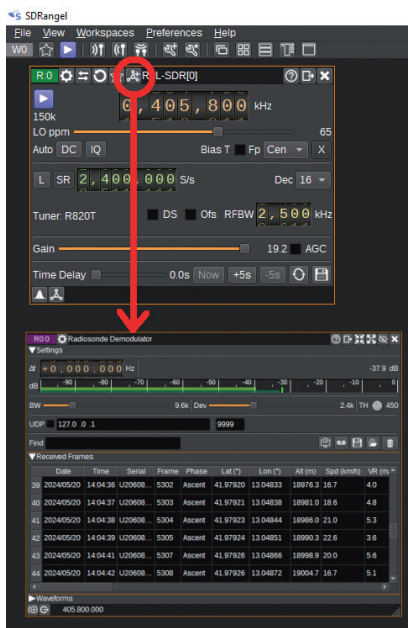
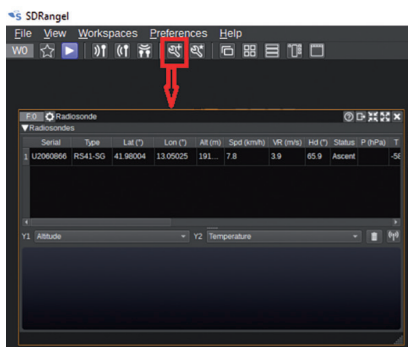

Fig. 4 - Finestra del plugin di radiosonde demodulator
Fig. 5 - La riga con l'ultimo aggiornamento dei dati
Ora vediamo come decodificare il segnale cominciando con la fig. 4, in cui vediamo come aprire l'opzione **RADIOSONDEDEMODULATOR**; si tratta di cliccare sul simbolo cerchiato e poi scegliere l'opzione tra le tante presentate in un elenco. Questa finestra riporta i dati che la radiosonda trasmette ogni secondo. Qui troviamo impostati di default i valori relativi alla larghezza di banda (BW) e alla deviazione (DEV), rispettivamente a 9,6 kHz e 2,4 kHz. C'è da segnalare che la larghezza di banda realmente occupata dalla RS41 è pari a 4,8 kHz; quindi una BW impostata a 9,6 kHz (cioè il doppio) appare eccessiva. Con una sintonia ben centrata questo valore può essere abbassato fino a 6 kHz, a tutto vantaggio delle prestazioni. Tenendo 9,6 kHz, si ha invece una minore criticità nella sintonia. Un'altra finestra legata
alla decodificazione è quella di fig. 5 (la freccia indica dove trovare l'opzione); questa riporta l'ultimo aggiornamento dei dati. Va sottolineato il particolare che questa indicazione risulta attiva, e quindi fornisce il dato, solo se è attiva quella di fig. 4. Volendo